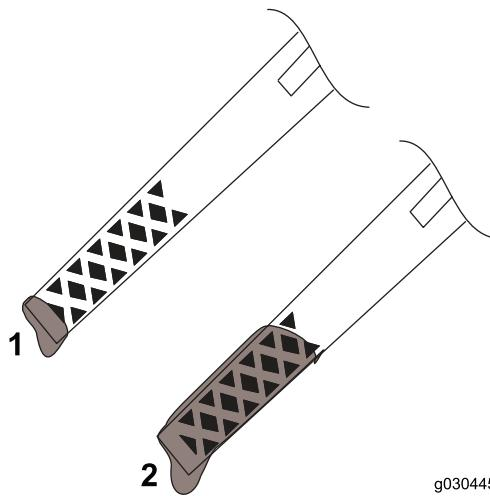

Figure 14
- Ajoutez de l'huile, si le niveau est en dessous du repère du minimum sur la jauge (Figure 14). Voir Contrôle du niveau d'huile moteur \(page 9\).
- Si le niveau d'huile dépasse le repère maximum (Figure 14), vidangez l'excédent d'huile pour faire redescendre le niveau au repère maximum sur la jauge; voir Contrôle du niveau d'huile moteur \(page 9\).